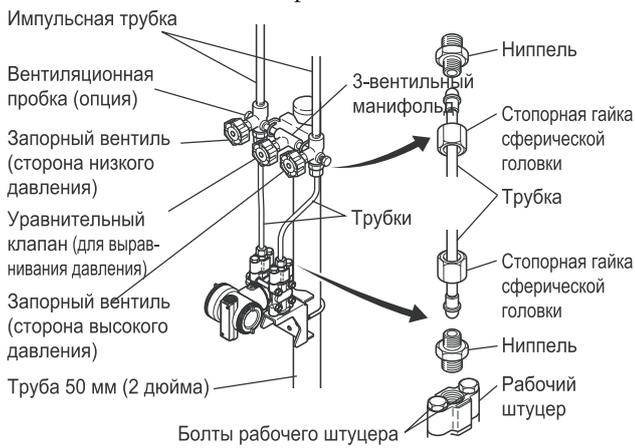

Рисунок 5.2 3-вентильный манифольд (монтаж на трубе)
■ 3-вентильный манифольд с монтажом на трубе (Рис. 5.2)